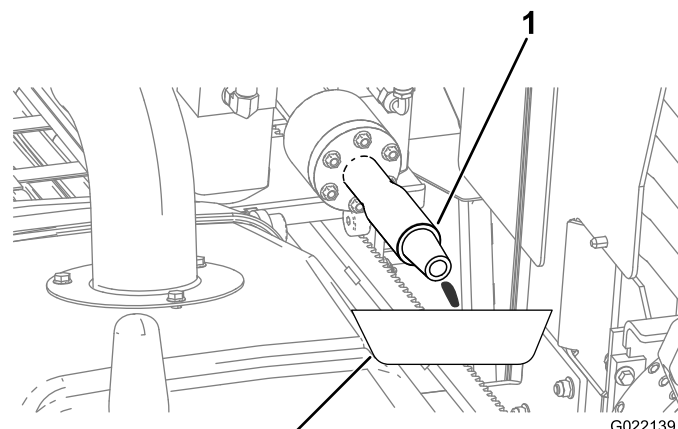

Рисунок 157
- А. Подставьте сливной поддон под буровой шпиндель для сбора утечки антифриза (Рисунок 157).
E. Когда антифриз будет выходить из бурового шпинделя (Рисунок 157), выключите насос.